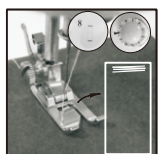

Рис. 17
- (1) Поместите ткань под прижимную лапку и опустите прижимную лапку на ткань в том месте, где вам нужно сделать петлю, затем выберите рисунок строчки.
- (2) Включите переключатель и прошейте 5-6 стежков на низкой скорости, затем выключите переключатель (рис.17).